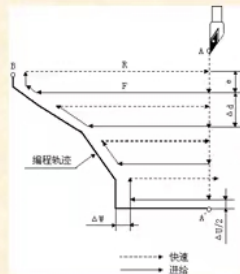

图9-5 外径、内径粗车循环指令G71
(1) 功能：该指令只须指定精加工路线，系统会自动给出粗加工路线，适于车削圆棒料毛坯，如图9-5所示。
(2) 格式：G71 U Δd Re